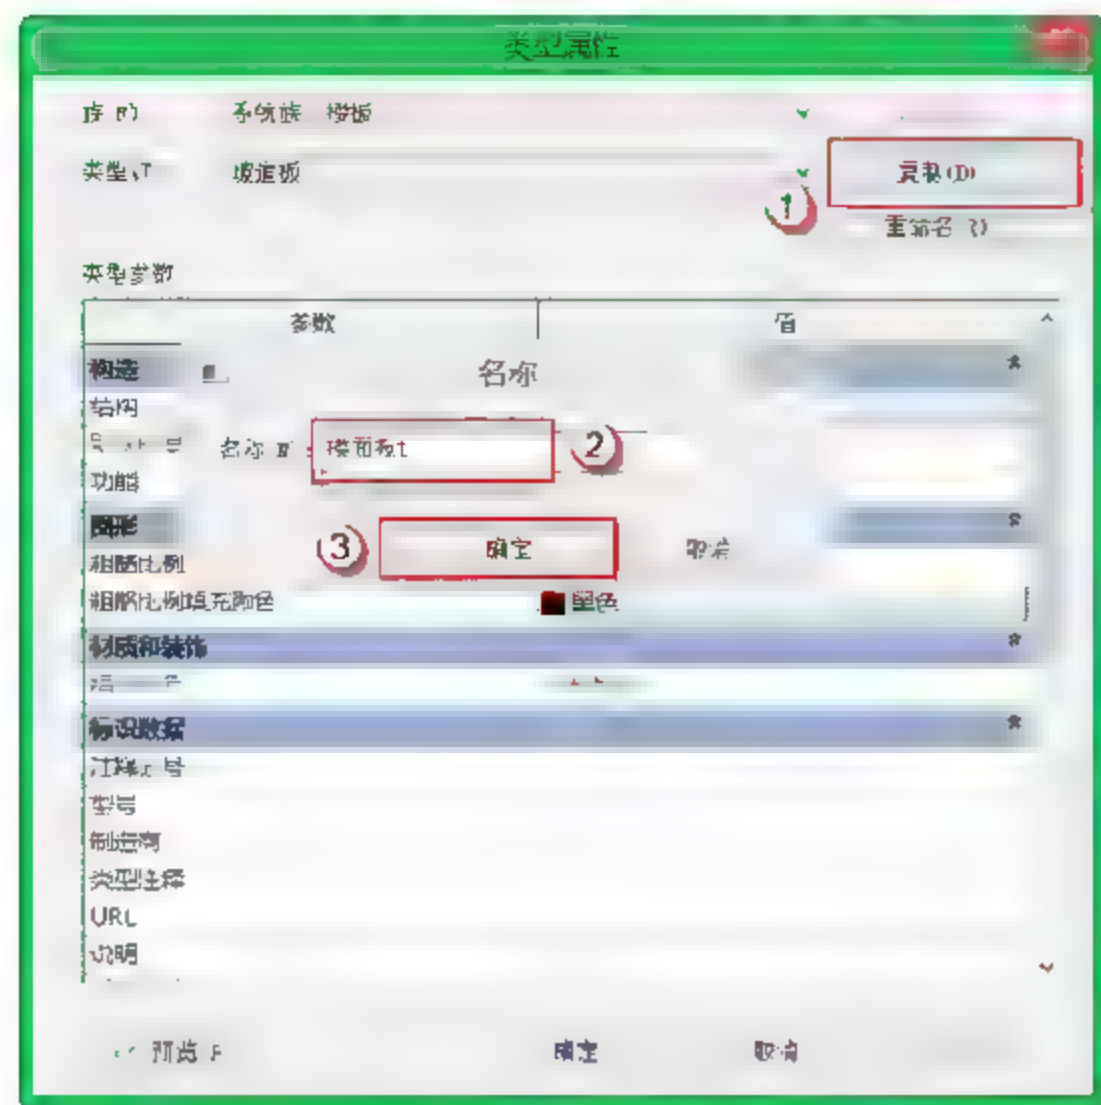
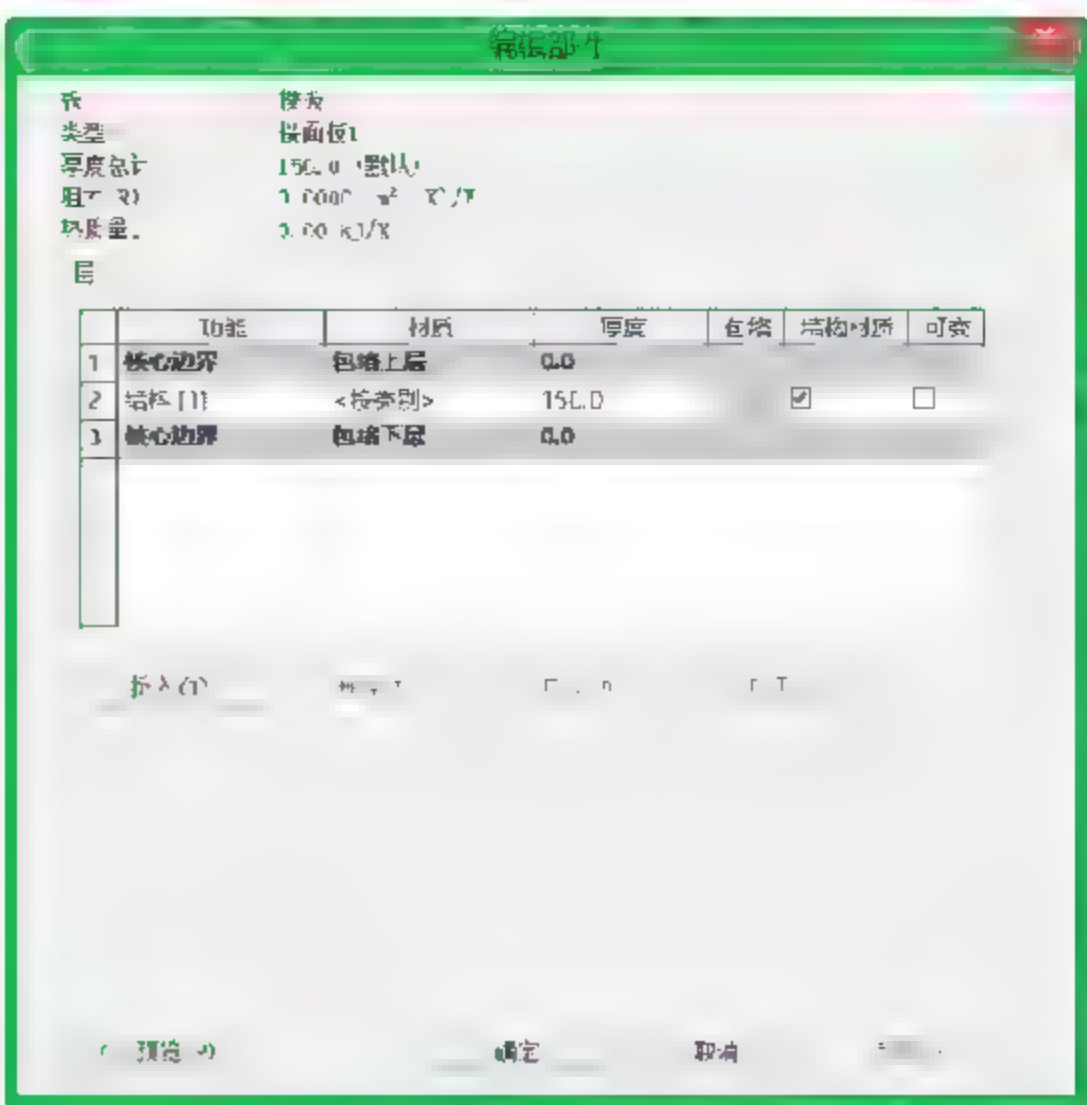
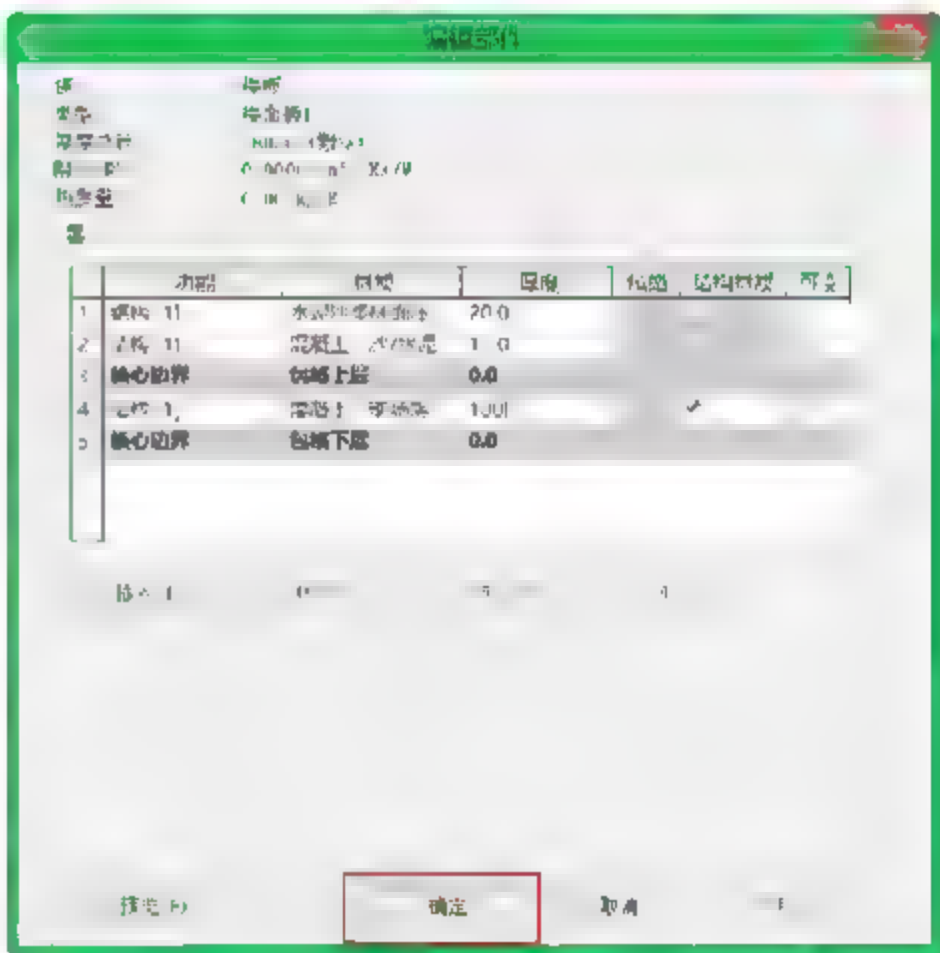

图 10.2.85 复制“楼面板 1”族
图 10.2.86 楼面板 1“编辑部件”对话框
图 10.2.87 楼面板 1“结构”参数编辑完成
(1) 设定“楼面板 1”族类型。选择“建筑”→“楼板”→“建筑楼板”命令，单击“属性类型”按钮，进入“属性类型编辑”对话框，单击“复制”按钮，在弹出的对话框中将“名称”改为“楼面板 1”，再单击“确定”按钮，如图 10.2.85 所示。在“属性类型编辑”对话框中，单击结构参数下的“编辑”按钮进入“编辑部件”对话框，如图 10.2.86 所示，然后按照墙体的族类型设定方法，对“楼面板 1”的“结构”参数进行编辑，完成后如图 10.2.87 所示。最后单击“确定”按钮返回，完成“楼面板 1”的族类型设定。